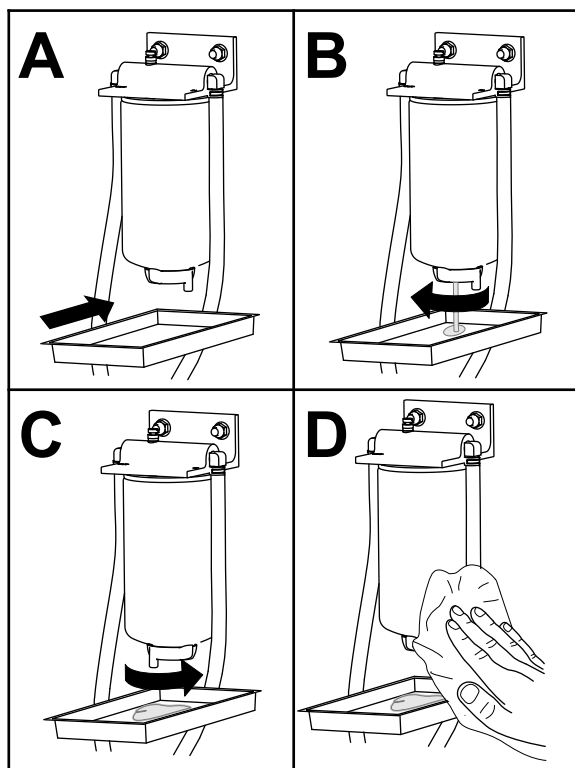

Figura 78
1. Drene a água do separador de combustível/água conforme mostrado no tópico Figura 78.